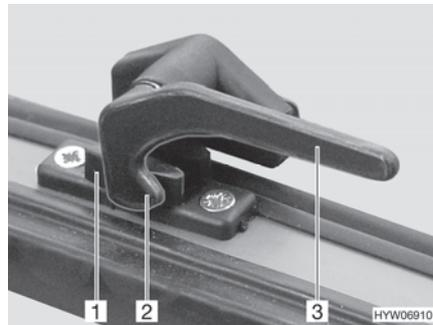

Bild 36 Verriegelungshebel in Stellung "geschlossen"
- Den Verriegelungshebel (Bild 36,3) eine viertel Umdrehung zur Fenstermitte hin drehen.
- Den Verriegelungshebel (Bild 36,3) eine viertel Umdrehung zum Fensterrahmen hin drehen. Die Verriegelungsnase (Bild 36,2) liegt auf der Innenseite der Fensterverriegelung (Bild 36,1).
- in Stellung "fest verschlossen" (Bild 36)